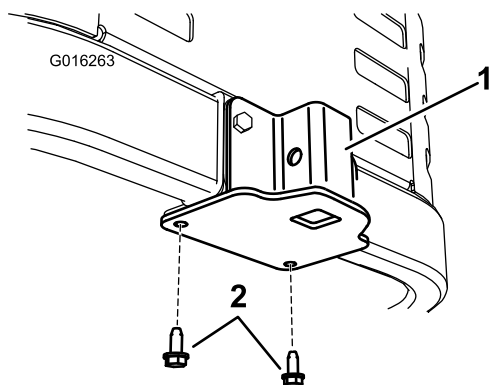

Figure 4
2. Fixez le support au bas du châssis de la machine, par dessous, avec deux vis autotaraudeuses (5/16 x 3/4 pouce) comme illustré (Figure 4).